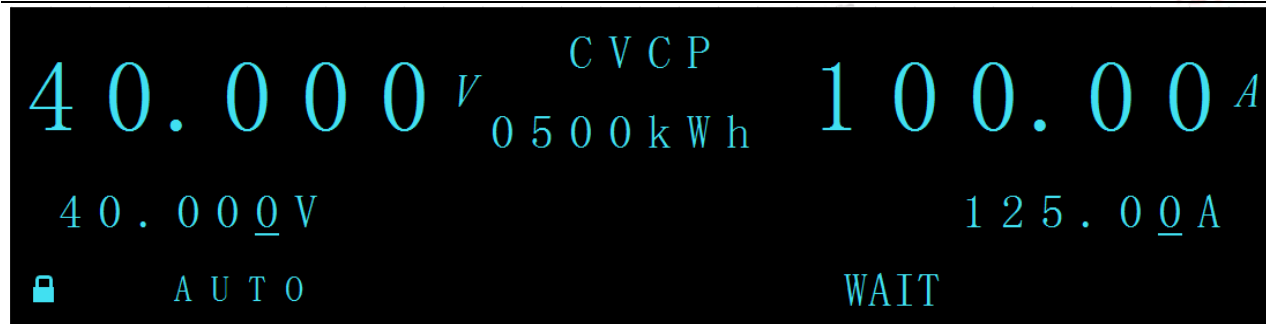

图 55 主机主界面 WAIT 显示
- 3) 主机需要设置并机数，如果主机设置的并机数与实际检测到的并机数不一致时，会在主机主界面一直闪烁显示 WAIT，主机主界面 WAIT 显示如图 55 所示。